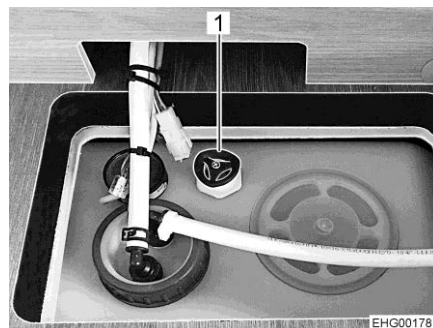

Bild 142 Wassertank mit Drehgriff
- Auf dem Wassertank den Drehgriff (Bild 142,1) im Uhrzeigersinn bis zum
- Öffnen: ■ Auf dem Wassertank den Drehgriff (Bild 142,1) entgegen dem Uhrzeigersinn bis zum Widerstand drehen. Das Wasser läuft bis auf eine Restmenge von 20 l aus.